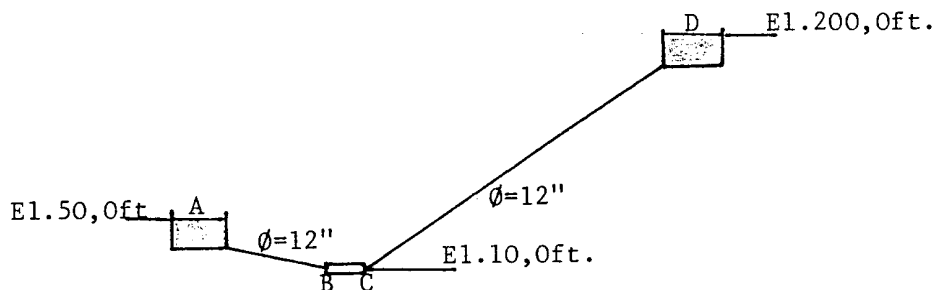

Figura P3.35
3.35 Considere o esquema da figura P3.35.